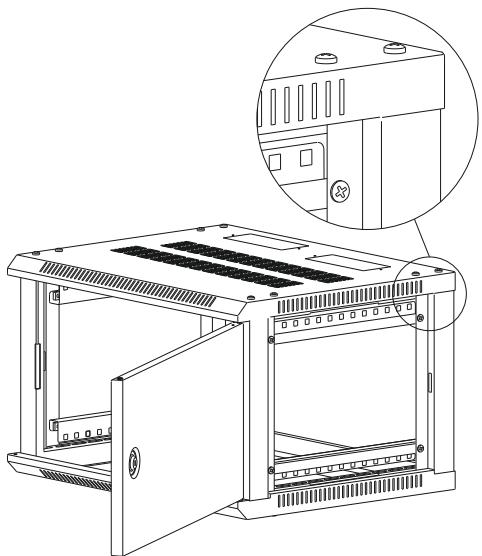

Рисунок 13
3.3 Закрепите планки внутри корпуса винтами M6×16 (рисунок 13).